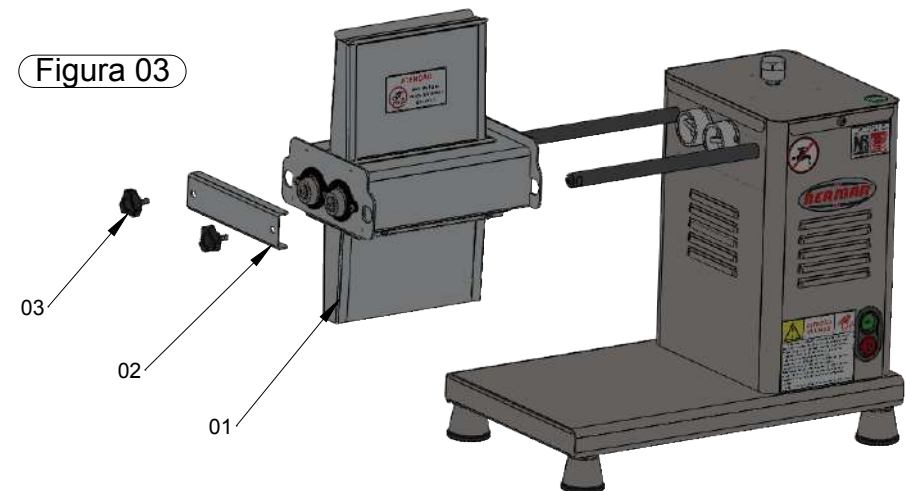

Figura 03
3.1.2 Retire a caixa protetora dos rolos (item 01, figura 03), soltando os manípulos (item 03, figura 03) e o mancal (item 02, figura 03).